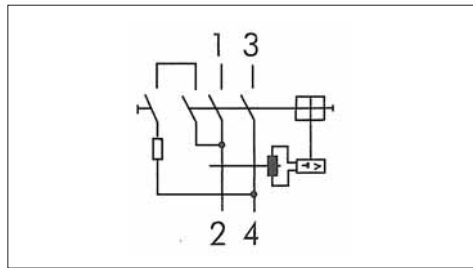

Figura 4
3. Collegamento: Serrare in modo sicuro e affidabile i conduttori. Massima coppia del cacciavite pari a 2,5 Nm. Utilizzando un differenziale puro 4 poli come 2 poli, si usano i morsetti 5 e 7 che attivano il collegamento alla rete dei morsetti 6 e 8 in grado di abilitare il pulsante di prova. In una rete trifase, senza neutro, i morsetti 4 e 8 devono essere interconnessi, Vedi Figura 4 e 5.
4. Operazione: Il differenziale puro viene messo in posizione ON (I) per mezzo della leva marrone.
5. Prova funzionale: Dopo aver posto la leva in posizione ON, pigiare il pulsante di prova (T). L'interruttore deve sganciare immediatamente e la leva deve tornare in posizione OFF (O). La prova funzionale sarà compiuta regolarmente ad intervalli mensili.